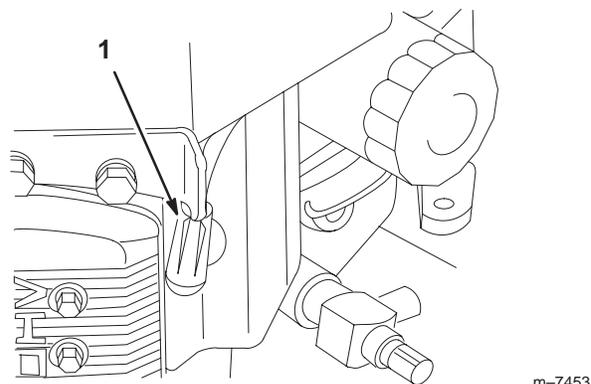

Bild 39
3. Ziehen Sie den Kerzenstecker von der Zündkerze (Bild 39).
3. Schließen Sie den Kerzenstecker an der Zündkerze an (Bild 39).